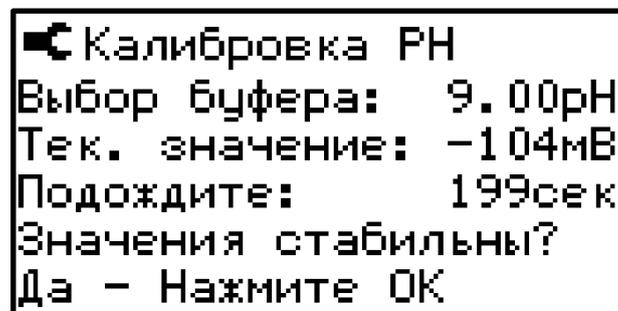

Рисунок 5.3. Процесс калибровки датчика (4/5).
5. Ожидайте 200 секунд, на экране отобразится таймер (Рисунок 5.3);